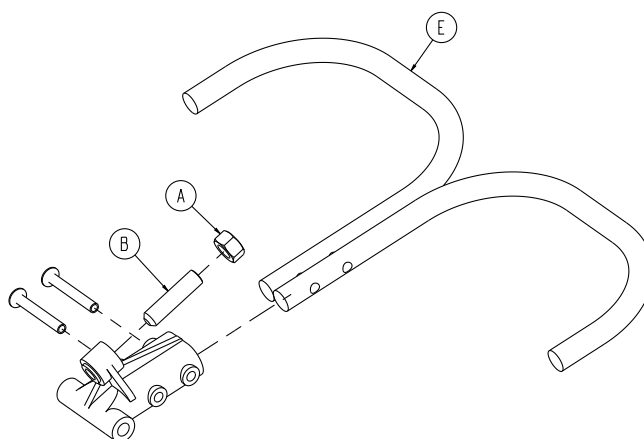

Figure 15 – Desserrer l'écrou hexagonal
6. À l'aide d'une clé mixte de 1/2 po, desserrer l'écrou hexagonal (A) sur le pivot de la poignée de déblocage du relève-buste à l'aide d'une clé à six pans de 5/32 po afin de maintenir la vis de blocage (B) fixée dans le pivot (Figure 15).
7. À l'aide d'une clé à 6 pans de 5/32 po, tourner la vis de blocage jusqu'à ce qu'il n'y ait plus de jeu entre la poignée de déblocage du relève-buste (E) et le bouton de déblocage du vérin pneumatique (Figure 15).